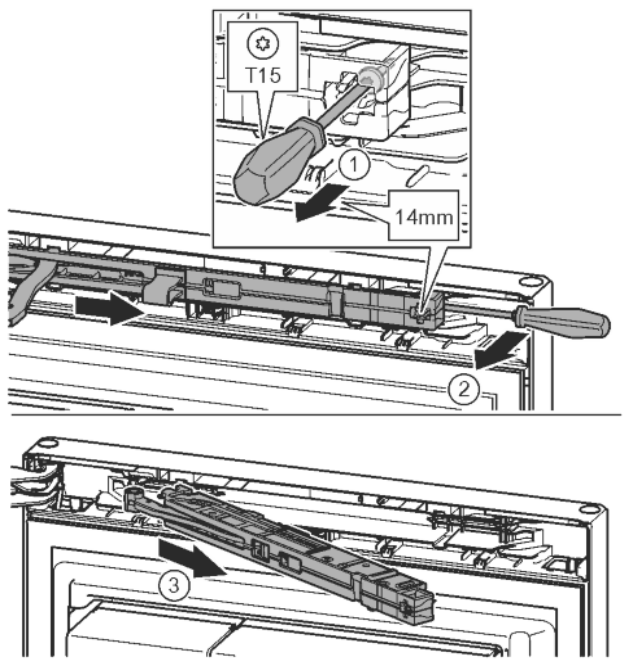

Fig. 11
- ▶ С отвертка T15 отвийте винта на блока на затварящия демпфер с ок. 14 mm. Fig. 11 (1)
- ▶ От страната на дръжката вкарайте отвертка зад блока на затварящия демпфер и завъртете напред. Fig. 11 (2)
- ▶ Издърпайте блока на затварящия демпфер. Fig. 11 (3)